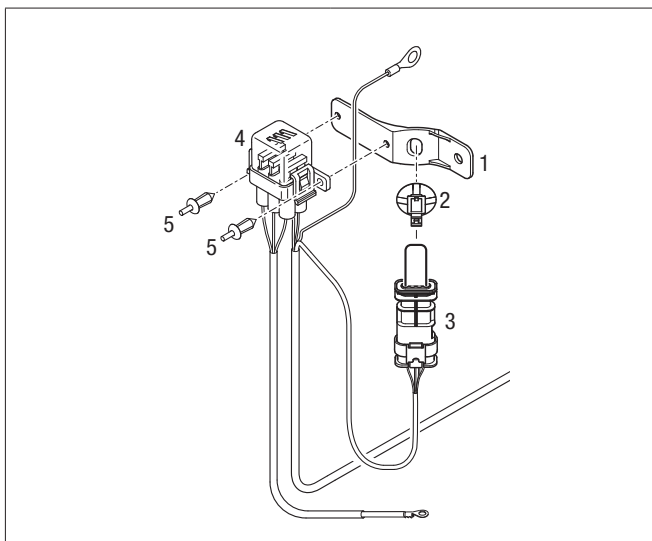

Bild 7
- Fäst kombihållaren (1) på en lämplig lättillgänglig plats i motorrummet med skruv M6 eller på en stagbult.
- Kläm in hållaren för diagnoskontakten (2) i springan i plastbygeln. se Bild 7
- Skjut in diagnoskontakten (3) i sitt fäste i hållaren tills den snäpper fast hörbart.
- Fäst säkringshållaren (4) med 2 expanderbultar (5). Tryck då in båda bultarna tills hållaren sitter fast i plastbygeln.